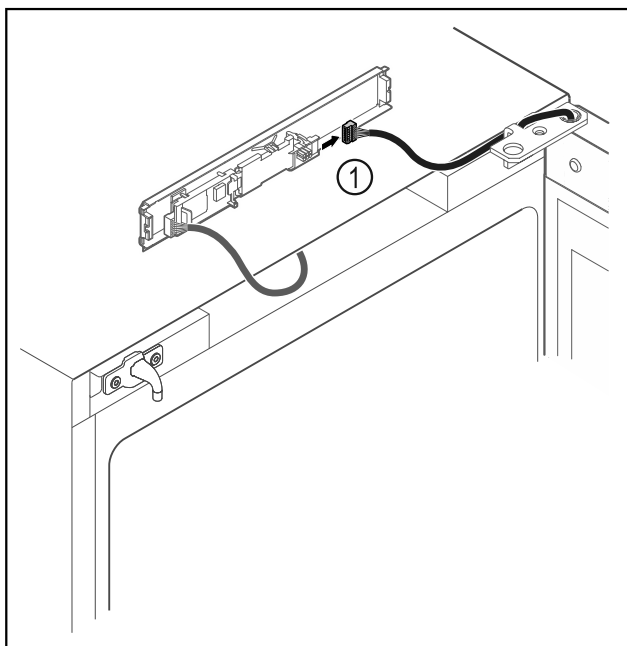

Fig. 18
- ▶ Shkëputni spinën Fig. 18 (1) nga qarku.